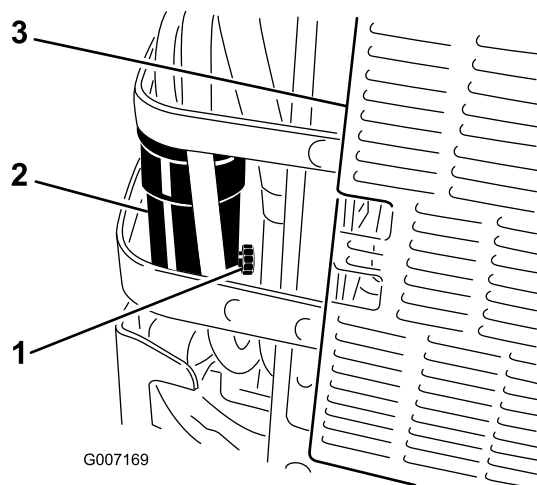

Figura 65
6. Abra a válvula de drenagem no separador de água aproximadamente 1 volta para permitir que a água e outros contaminantes drenem (Figura 65).
7. Feche a válvula de drenagem quando sair apenas gasóleo (Figura 65).